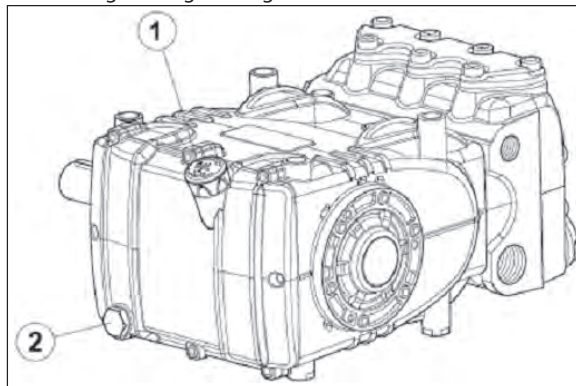

Abb. 3
Überprüfen Sie den Ölstand und füllen Sie bei Bedarf Öl über den Ölmesstab Pos. ①, Abb. 3 nach.
Die Ölstandskontrolle hat mit der Pumpe auf Umgebungstemperatur zu erfolgen, für den Ölwechsel soll die Pumpe dagegen auf Betriebstemperatur sein. Entfernen Sie dazu den Ölmesstab, Pos. ①, und anschließend den Verschluss, Pos. ②, Abb. 3.